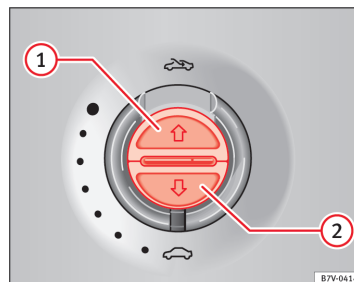

Fig. 59 I loftet: knapper til rullegardinet
Komplet åbning (automatikfunktion):	Tryk på knappen ⇒ Fig. 59 1 et kort øjeblik.
- *Rullegardin*: Inden for ca. 5 sek. efter udløsning af kraftbegrænsningen skal du trykke på knappen ⇒ Fig. 59 , indtil rullegardinet er helt lukket.